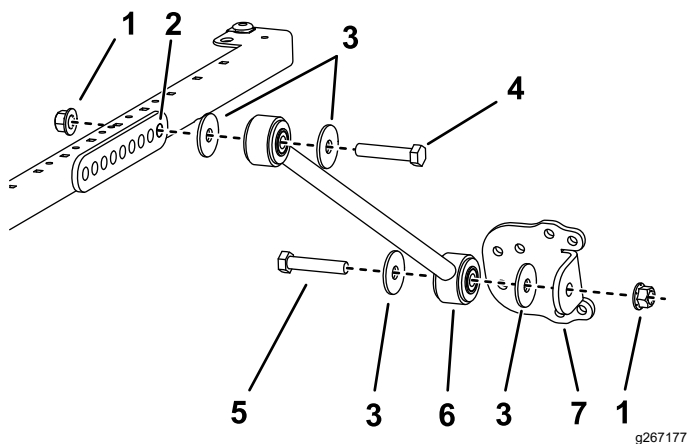

Figura 41
prensada ($\frac{1}{2}$ "), según se muestra en la Figura 41.
- Sujete provisionalmente un soporte de tirante a cada tirante con un perno (1/2" x 2 1/2"), 2 arandelas (1/2") y una tuerca con arandela prensada (1/2"), según se muestra en la Figura 41.